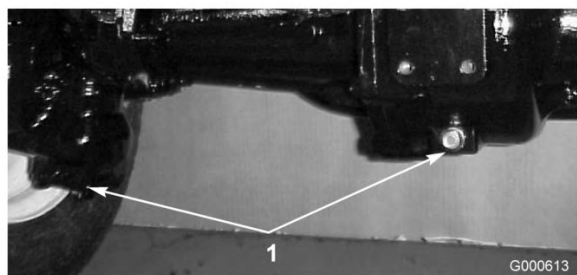

Figura 48
2. Pulite attorno ai tre tappi di spurgo, uno per lato ed uno in centro (Figura 48).